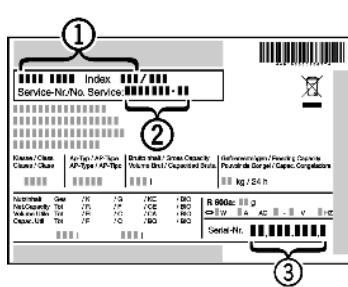

Fig. 21
- ▶ Обратитесь в сервисную службу и сообщите вид неисправности, наименование устройства Fig. 21 (1), сервисный № Fig. 21 (2) и серийный № Fig. 21 (3).